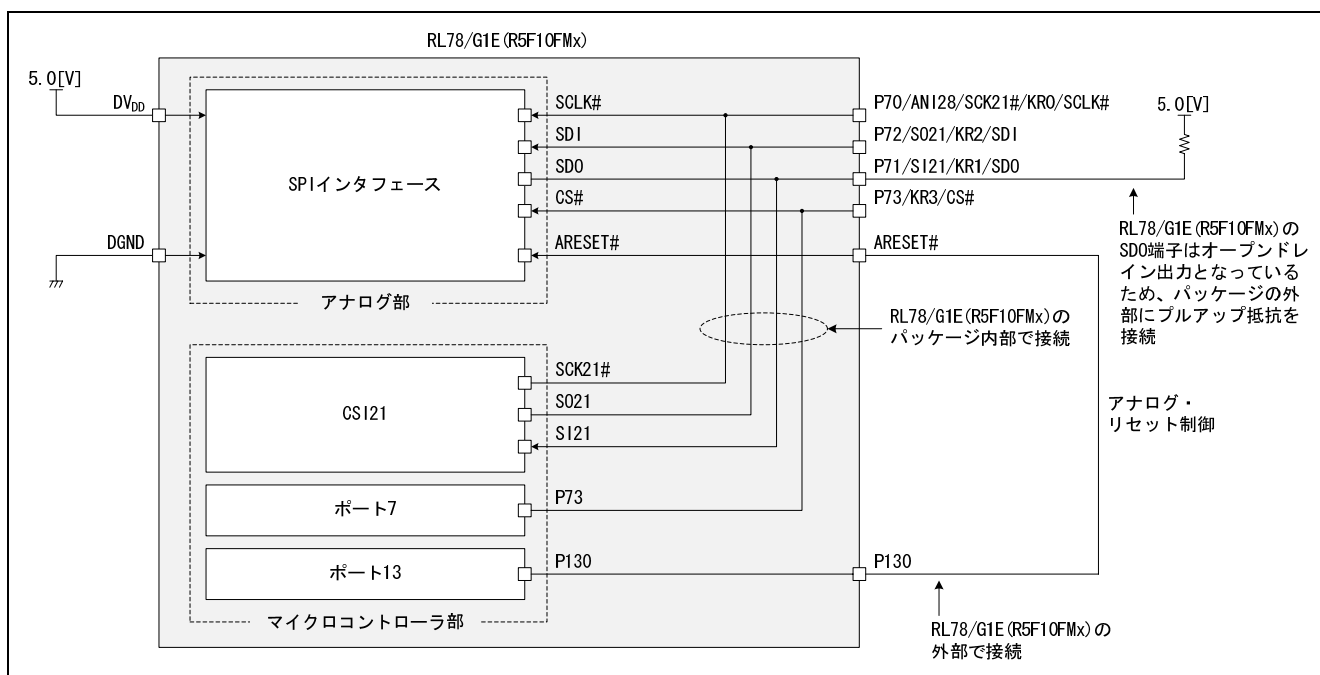

図 6.6 SPI の接続図
- ・ リセット制御レジスタ (RC) の RESET ビットへの 1 ライトによる内部リセット
- 図 6.6 に RL78/G1E (R5F10FMx) の SPI の接続図を示します。